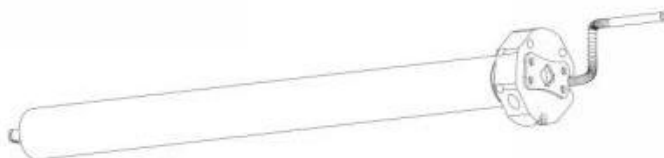

Figure C29
3.13.1 El toldo eléctrico B2EC utiliza un motor tubular incorporado (Figura C29). Con una tensión de funcionamiento de 12 V, una corriente de funcionamiento de 8 A, una velocidad de 9 rpm y una potencia de 95 W. Está equipada con un interruptor de control de línea, una manivela de repuesto y permite el funcionamiento manual en caso de fallo eléctrico.